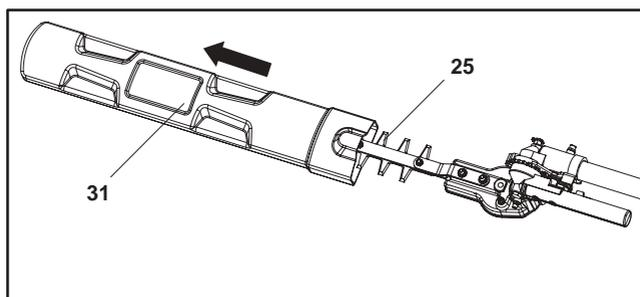

Fig. 6
1. Retire la cubierta de cuchilla (31) de la cuchilla del cortasetos (25) antes de utilizar el cortasetos (Fig. 6).
2. Guarde la cubierta de la cuchilla del cortasetos (31) de forma segura.